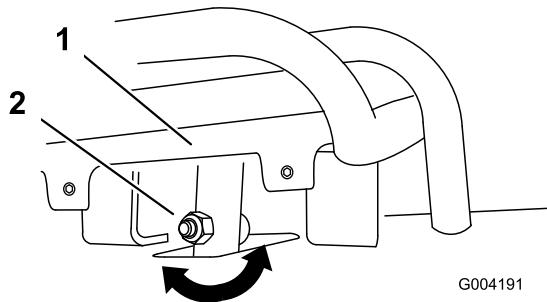
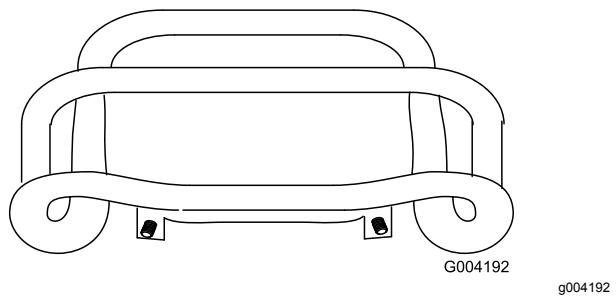

Figura 49
Figura 50
4. Se a parte da frente do controlo não ficar alinhada com a barra de referência, desaperte a porca e o parafuso na haste do controlo de tração (Figura 49).
5. Ajuste o controlo de tração de modo a que fique alinhado com a barra de referência quando é puxado a direito para trás (Figura 49 e Figura 50).
- Desaperte a porca flangeada e o parafuso na haste do controlo de tração (Figura 49).
- I. Ajuste o controlo de tração de modo a que fique alinhado com a barra de referência quando é puxado a direito para trás (Figura 49 e Figura 50).